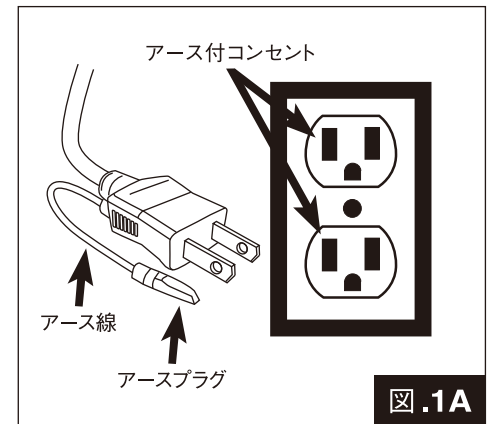

図 .1A
- ※電源プラグとアース(接地)線の接続についての注意・感電の危険を避けるため必ずアース(接地)してください。このバッテリーチャージャーの電源プラグには、アース線とアースプラグが付属しています。このアースプラグを適切なコンセントに接続してください。(図1A参照)